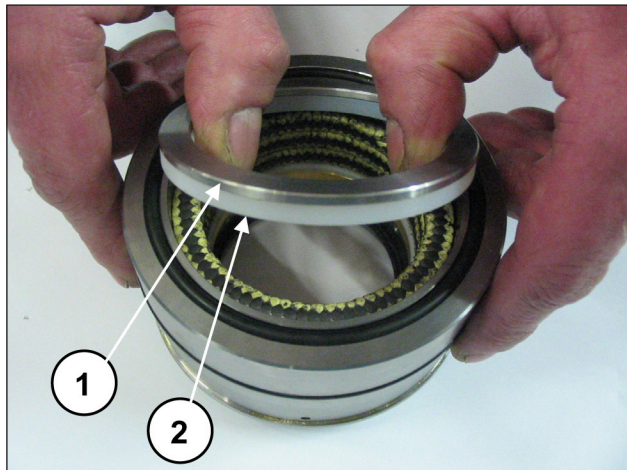
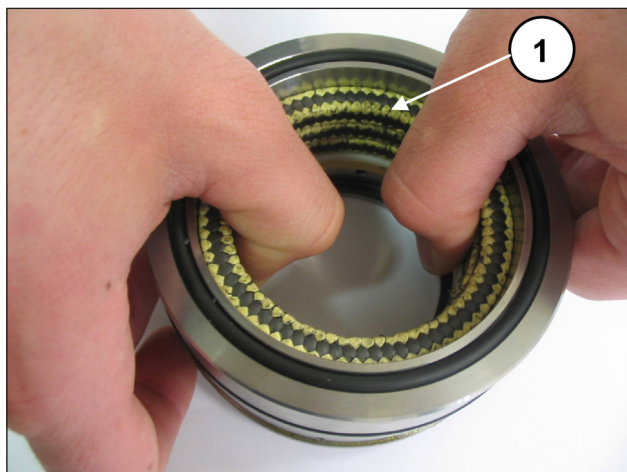

图 197
图 198
将密封圈支架与护套分开，取下弹簧环和刮环（位置①②，图 197），以便进入压力密封（位置①，图 198）。